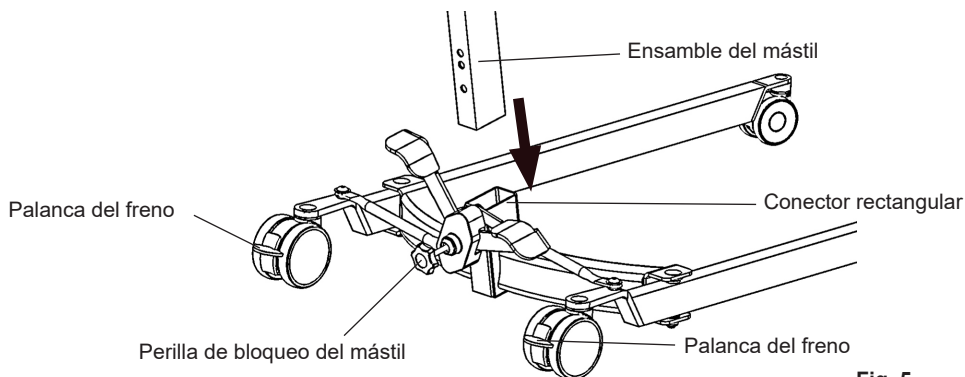

Fig. 5
2. Aplique los frenos de las ruedas giratorias delanteras pulsando las palancas correspondientes (Fig. 5) hacia abajo.
3. Inserte el conjunto de piezas del mástil en el chasis. El mástil se aloja en la toma rectangular ubicada en la parte superior central del chasis. (Fig. 5 - mostrado en el modelo de pata manual).
4. Una vez que el mástil está insertado en el toma, gire la perilla de sujeción del mástil (Fig. 5) hacia la derecha hasta que esté ajustada por completo.